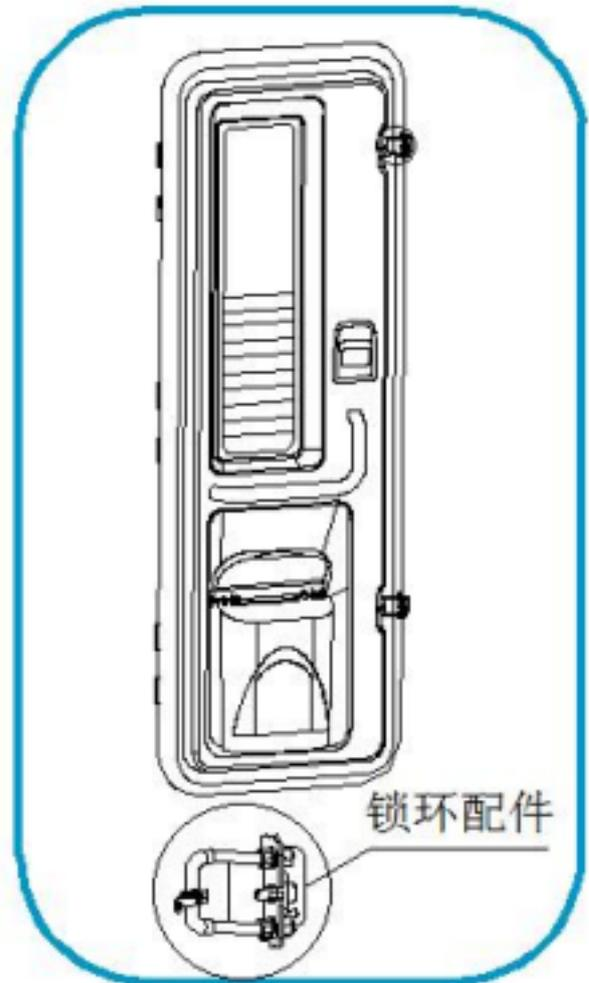

図 2
2. ドアを取り外し、ロックリングフィッティングのネジを外し、外枠のゴム溝にシーラントを均等に塗布します。(図2)